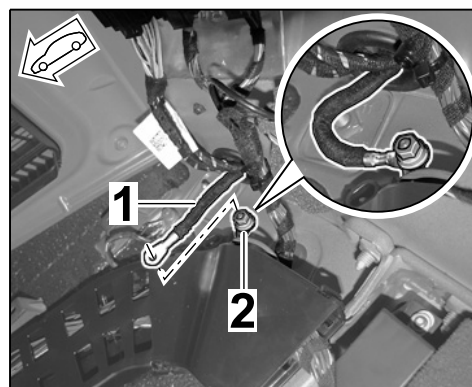

Рис. 13
- 2.2.4 Установить провод массы на болт массы “МВ 26” помощью шестигранной гайки М6 (⇒ Рис. 13).